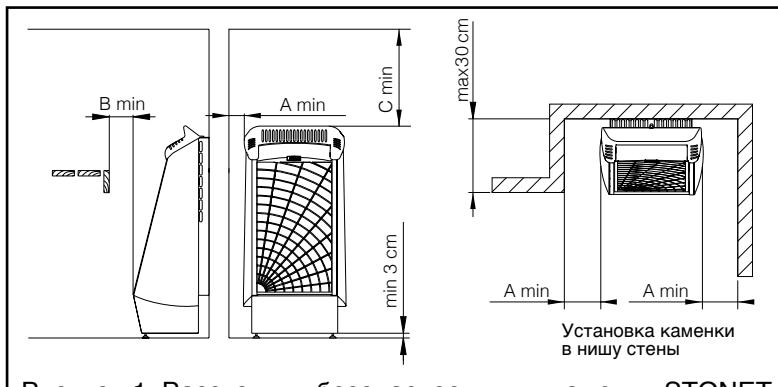

Рисунок 1. Расстояния безопасности для каменки STONET
\*\*) См. рис.1
- Электрокаменку допускается устанавливать также в нишу стены. См.рисунок 1.